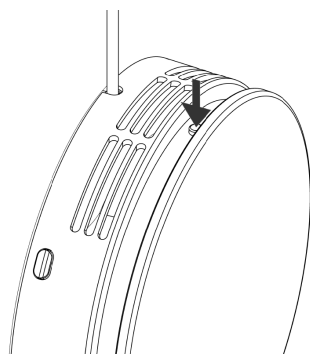

Abbildung 20 - Gerät ausschalten
1. Schalten Sie zunächst das Gerät aus, siehe nachstehende Abbildung 20 unten. Warten Sie 3 Minuten, bis das Gerät vollständig zum Stillstand gekommen ist.